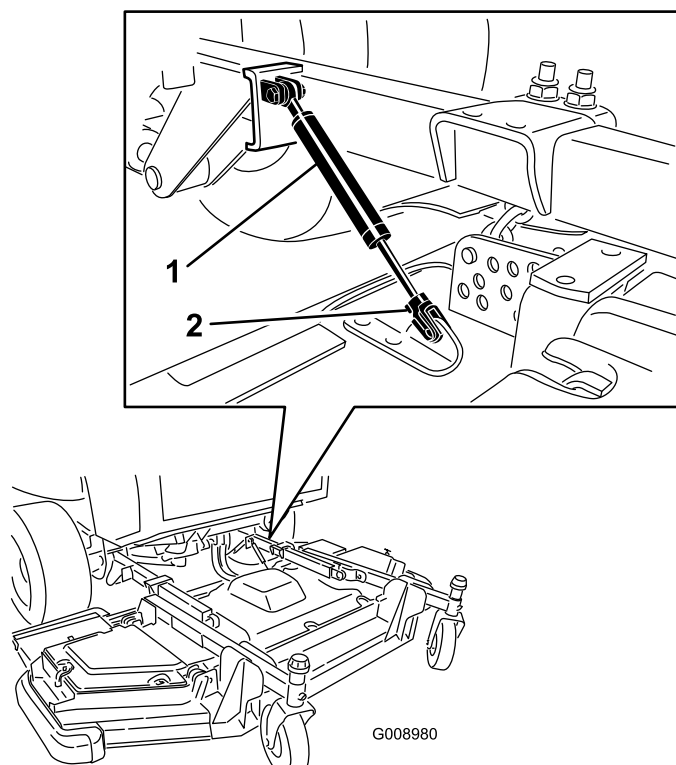

Figura 130
3. Retire o dispositivo de fixação e desligue o conjunto do amortecedor da plataforma do cortador (Figura 130).